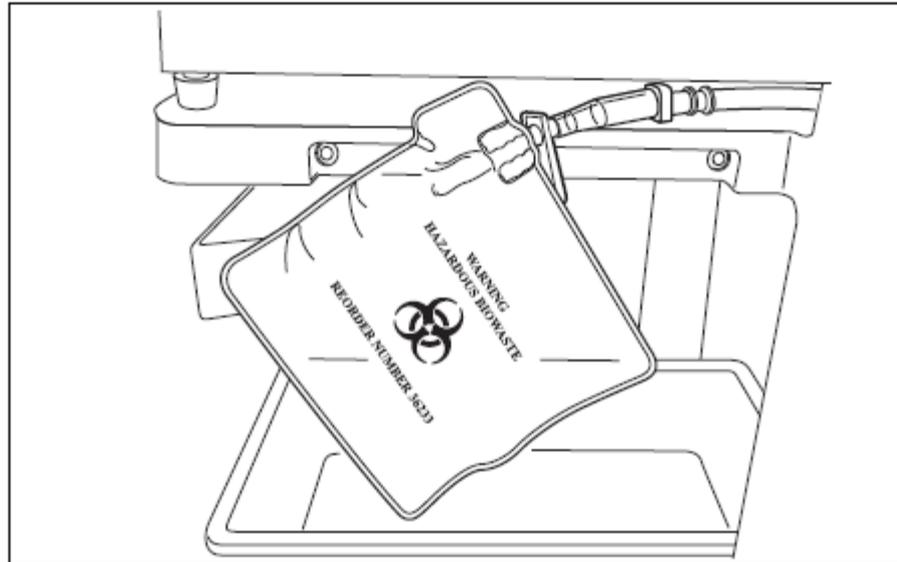

図47 トレーからぶら下がった状態のオーバーフローバッグ
3. チューブにねじれやつぶれがないことを確認します。バッグをチューブにぶら下げます(図47参照)。